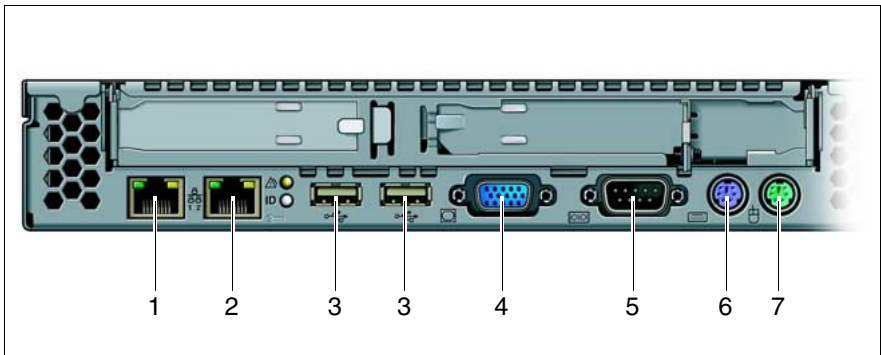

Ilustración 8: Puertos en el lado posterior
Los puertos estándar (ilustración 8) están marcados por símbolos, los distintos conectores están identificados, además, por colores:
- Conecte la pantalla, el teclado y el ratón a los puertos estándar del servidor (véase tabla e ilustración 8 en la página 44).